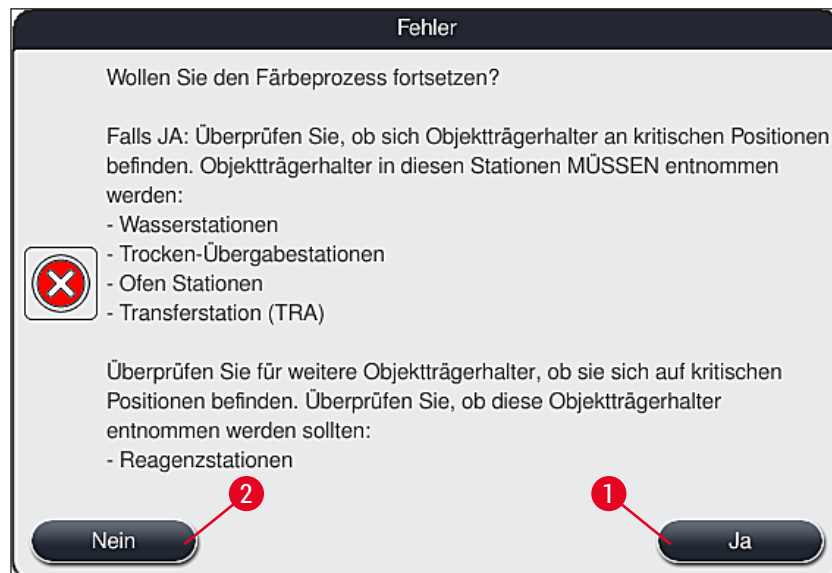

Abb. 110
4. Im Anschluss hat der Benutzer die Möglichkeit zu wählen, ob der Färbeprozess fortgesetzt (→ S. 137 – 8.2.2 Den Färbeprozess fortsetzen nach einem Stromausfall) oder abgebrochen (→ S. 139 – 8.2.3 Alle Färbeprozesse abbrechen nach einem Stromausfall) werden soll (→ "Abb. 110").
- Entsprechend der vorangegangenen Meldung (→ "Abb. 110") die kritischen Objektträgerhalter aus dem Gerät entnehmen und die Entnahme durch Drücken der entsprechenden Station (→ "Abb. 111-1") auf dem Bildschirm bestätigen.
Der Abbruch des Färbeprozesses und die Rückkehr zum vorhergehenden Auswahlmenü (→ "Abb. 110") kann durch das Drücken der Taste **Abbrechen** (→ "Abb. 112-2") widerrufen werden.